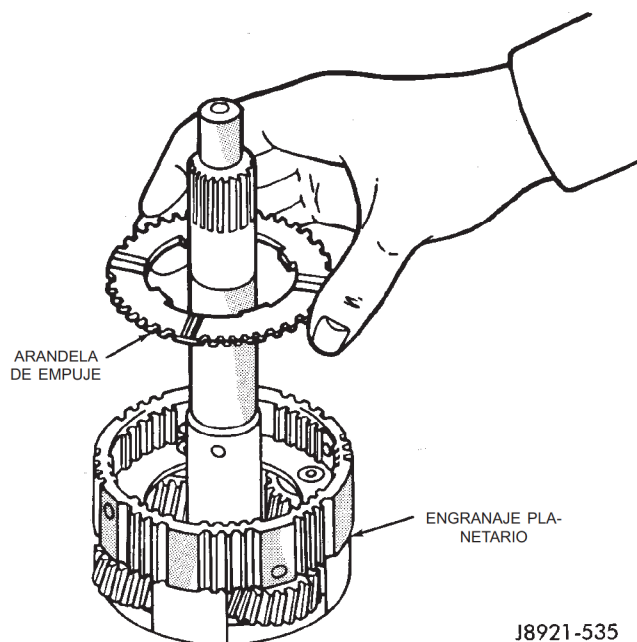

Fig. 207 Desmontaje de la arandela de empuje del planetario
(20) Retire la arandela de empuje (Fig. 207).